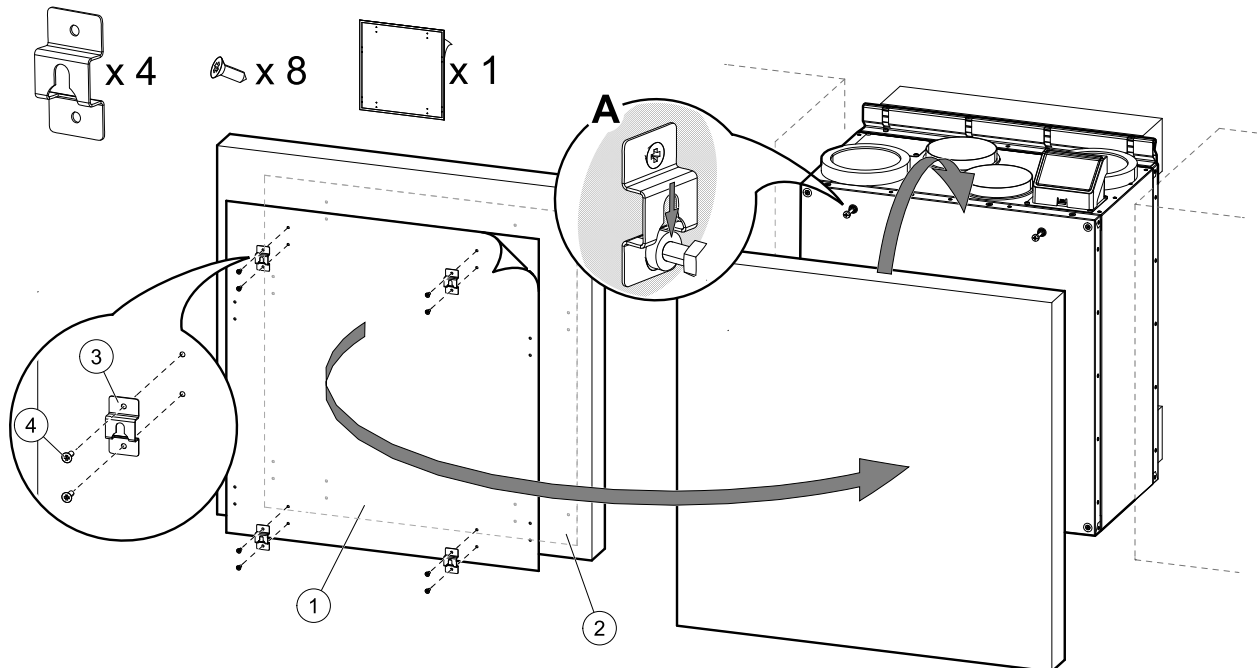

Bild 20 Installation der Modulhaken und Einbau der Frontplatte des Küchenmöbels
2. Aufkleber mit Markierung der Löcher (Abbildung 20, Pos. 1) ist im Lieferumfang enthalten. Die markierten Löcher sind zur Kennzeichnung der Position für die Schrauben zur Befestigung der Modulhaken. Den Aufkleber auf die Rückseite der Frontplatte des Küchenmöbels kleben, Abbildung 20, Pos. 2), die Position des Aufklebers entsprechend der Plattengröße und der Position des Lüftungsgerätes zwischen den Schränken wählen. Die Größe des Aufklebers entspricht der des Gerätes.
Wenn die richtige Position bestimmt ist, befestigen Sie die vier Haken (Abbildung 20, Pos. 3) mit je zwei Schrauben (Abbildung 20, Pos. 4). Hängen Sie die Frontplatte des Küchenmöbels an die vorstehenden Schrauben (Abbildung 20, Pos. A).